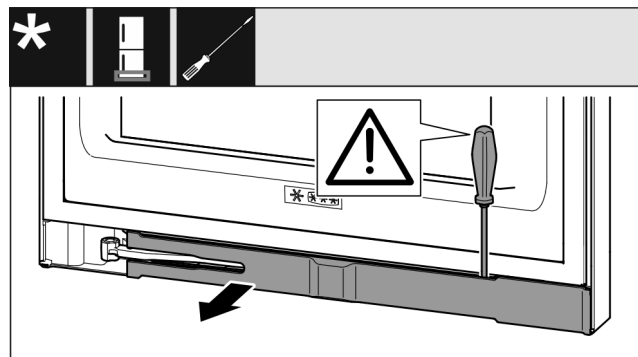

Fig. 13
- ▶ Deblocați masca cu șurubelnița plată și pivotați-o în lateral Fig. 13 ()